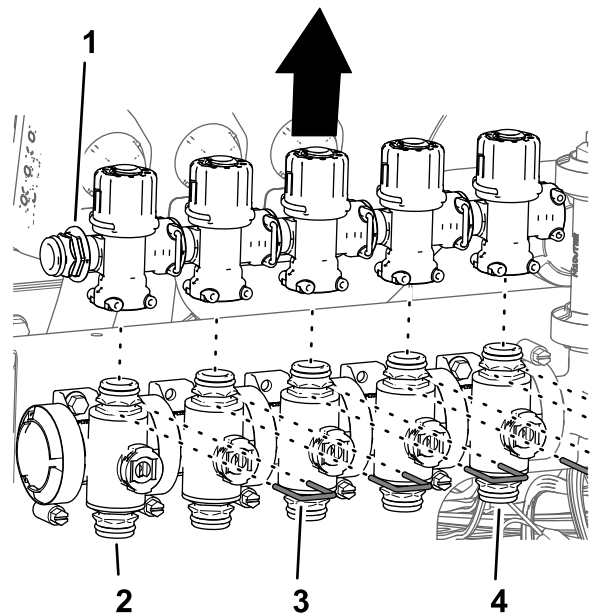

Figura 101
4. Rimuovete i fermi che fissano le valvole di bypass alle valvole degli ugelli da 1 a 7 (Figura 101).
5. Sollevate le valvole di bypass dalle valvole degli ugelli da 1 a 5 (Figura 101).